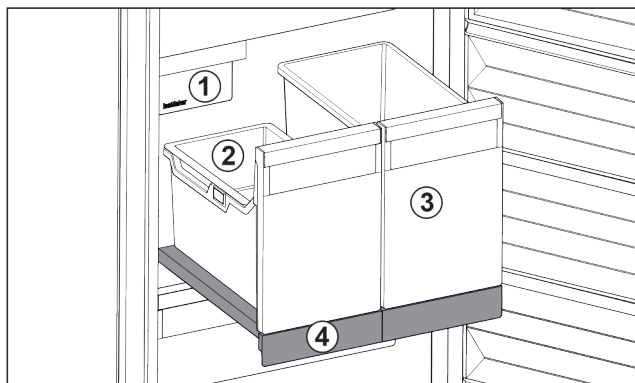

Fig. 99 Izvlečna polica z IceTower
Na izvlečni polici sta dve visoki posodi (IceTower). V posodi Fig. 99 (2) se zbirajo in skladiščijo ledene kocke iz IceMaker. Posoda Fig. 99 (3) je primerna za shranjevanje višjih živil, kot so pice ali alkoholne pijače.